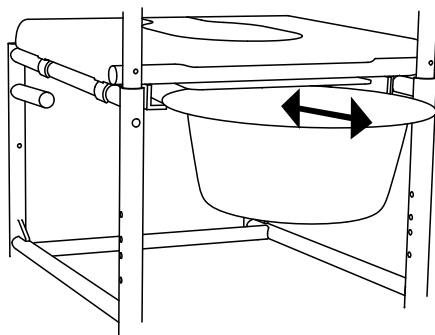

Fig.17
1. Sfilare il secchio tirandolo all'indietro (fig. 17).